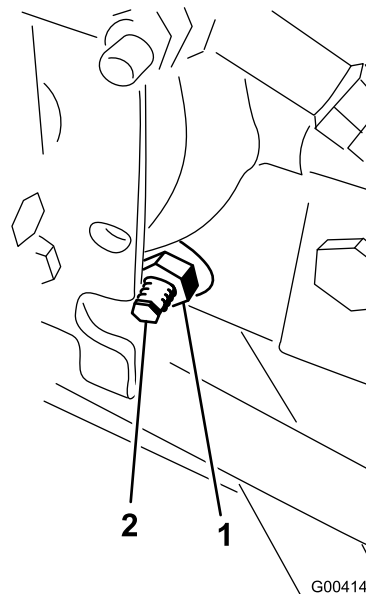

Figura 56
3. Dal lato destro dell'idrostatato, allentate il dado di bloccaggio sulla camma di regolazione della trazione (Figura 56).